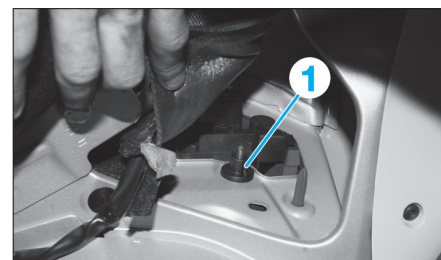

Fig. 36
- Déposer l'écrou (1) (Fig.36).